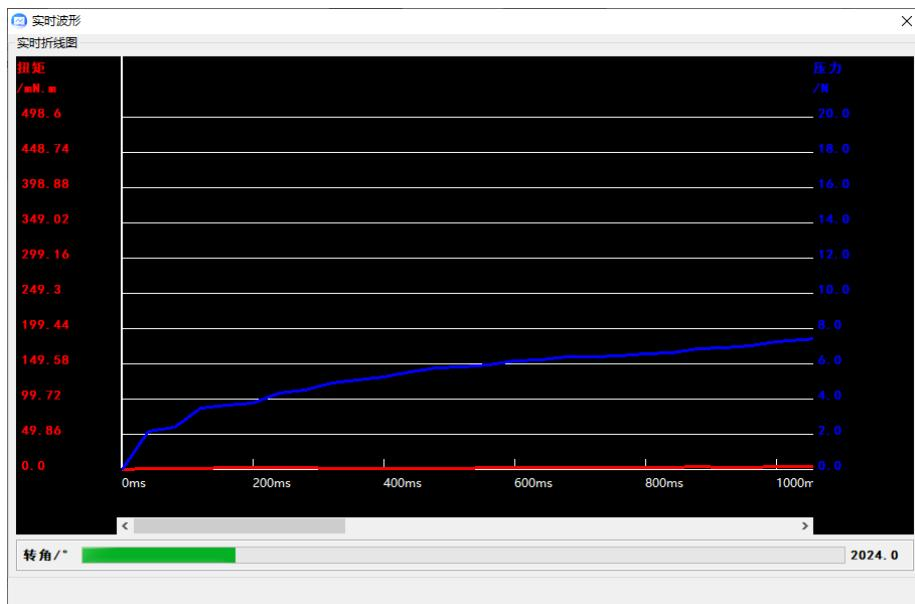
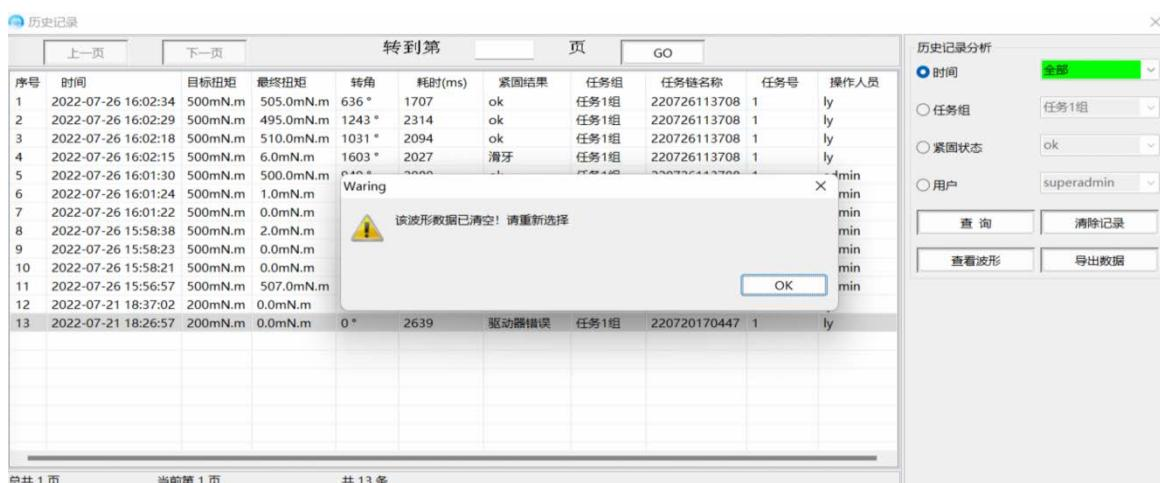

图 44 实时波形
图 45 波形已被清空警告
3. 查看波形。用户选中每一条历史记录，点击查看波形按钮，即可查看当前历史记录数据的实时折线图，也可以在一条历史记录上方右击鼠标，会弹出查看波形悬浮目录，单击目录下的查看波形按钮，即可查看该记录下的实时波形数据如图 44 所示。当该记录下的波形数据超过设定的存储时间，波形数据已被系统进行删除。则提示该波形数据已清空！如图 45 所示。